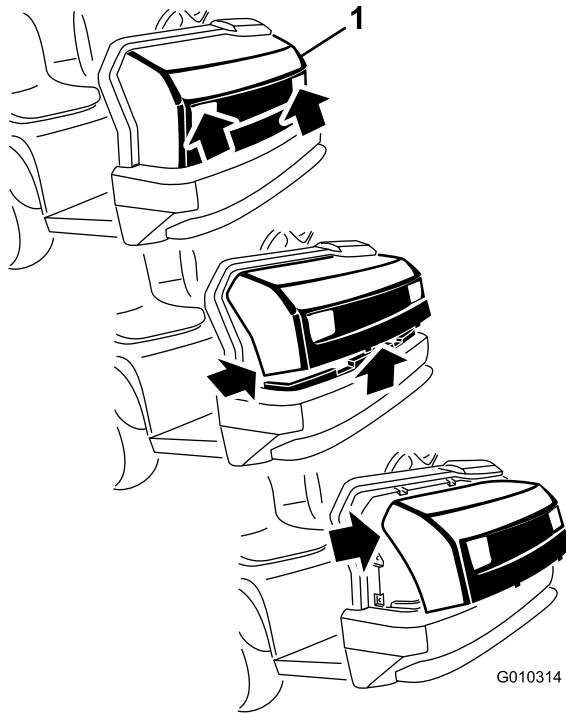

図 10
1. ヘッドライトの開口部でフードをつかみ、フードを持ち上げて、下側の取り付けタブをフレームの穴から外す (図 10)。
2. フードの下側を手前に持ち上げてから下に引っ張り、上側の取り付けタブをフレームの穴から外す (図 10)。
3. フードの上側を手前に倒し、ヘッドライトからワイヤ・コネクタを抜く (図 10)。